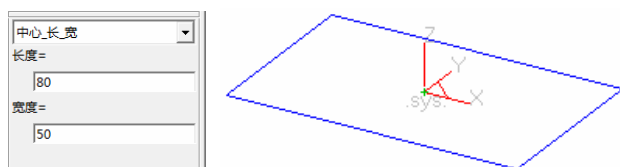

图 8-75 绘制矩形
2) 选择下拉菜单“造型”→“曲线生成”→“矩形”命令，或者单击“曲线生成栏”工具栏上的“矩形”按钮, 选取“中心_长_宽”方式，设置长度为 80mm、宽度为 50mm，选择原点为中心即可完成矩形绘制，如图 8-75 所示。